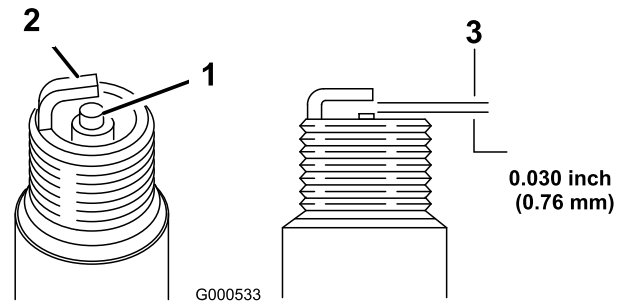

Figura 53
1. Veja a parte central das velas de ignição (Figura 53).
2. Verifique a folga entre os eléctrodos central e lateral (Figura 53) e dobre o eléctrodo lateral, se verificar uma folga incorrecta.